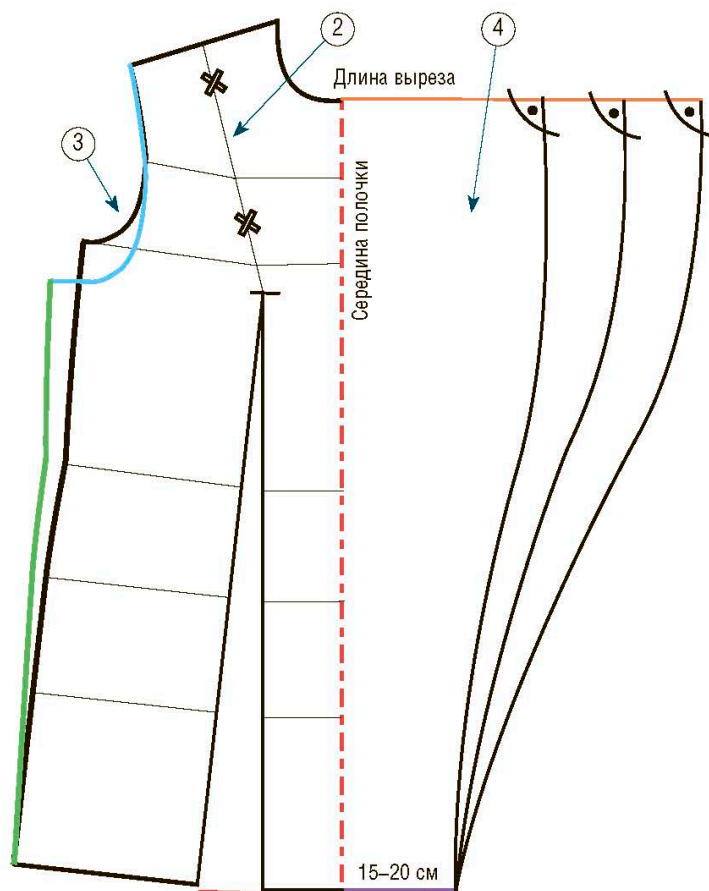
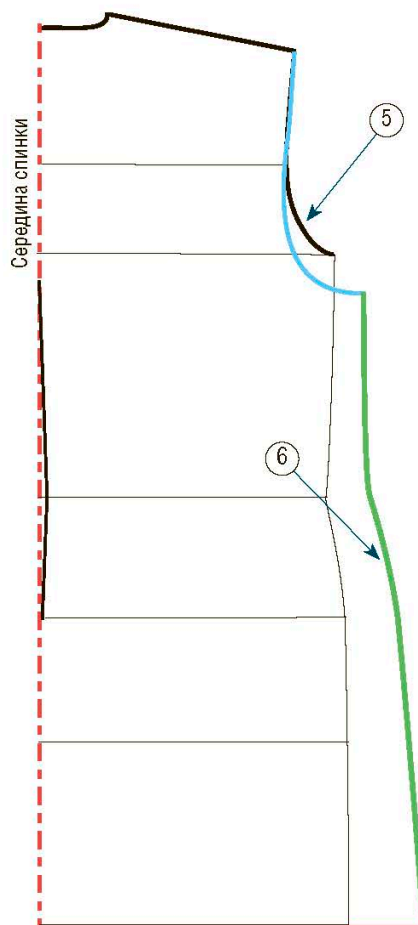

Рис. 2
Рис. 3
- ② Расположите боковую часть выкройки таким образом, чтобы образовалась вытачка от плеча. Скрепите стороны вытачки скотчем (см. рис. 2).
- ③ Внесите изменения в изгиб проймы, чтобы втачать в нее головку правого рукава. Для этого опустите пройму на 4–6 см (в зависимости от размера одежды и толщины ткани). Потом произведите базовое расширение на уровне обхвата груди (около 2 см), которое необходимо для рукава (голубая линия на рис. 2), так как размер туники образуется за счет увеличения ширины в середине полочки. Начиная от края проймы, при помощи кальки перерисуйте боковую линию (зеленая линия на рис. 2).
④ Чтобы придать объем передней части, продолжите линию низа на 15–20 см, в зависимости от желаемого объема туники (фиолетовая линия на рис. 2). Затем продолжите линию выреза на полочке по горизонтали (оранжевая линия на рис. 2). На этой линии отметьте длину наложения изнаночной части воротника. Например, около 20 см до линии груди, 30–35 см до линии талии, а может быть, и еще больше. Потом соедините конец воротника с нижней частью туники. Нужно, чтобы получились прямые углы над этой линией и под ней.
⑤ Так же как вы делали это с полочкой, расширьте (на 2 см) и опустите (на 2–4 см) линию проймы на спинке (голубая линия на рис. 3).
⑥ Чтобы обозначить боковую линию, перенесите значение расхождения между двумя частями полочки, образовавшегося за счет закрытия вытачки от плеча (короткая красная линия внизу рис. 2). При помощи кальки перенесите боковую линию спинки, не изменяя скорректированную линию проймы (отмечена голубым) и расширенной нижней части туники (зеленая линия на рис. 3).